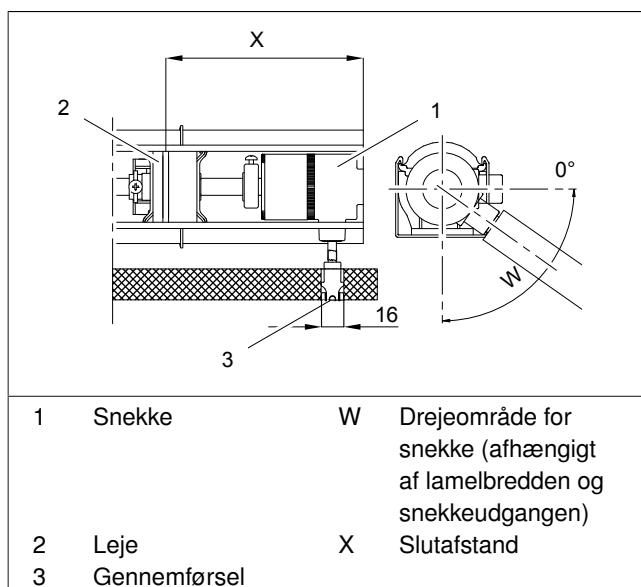

Fig. 4: Udmåling og markering af gennemførsel til internt liggende snekke (alle mål i mm)
- Indstil snekken til den ønskede vinkel (se Fig. 4/Side 7)!